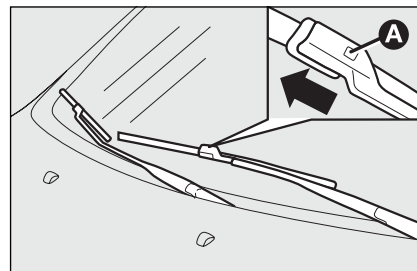

fig. 12
- druk op de lip **A-fig. 12** van de veerklem en verwijder het wisserblad;